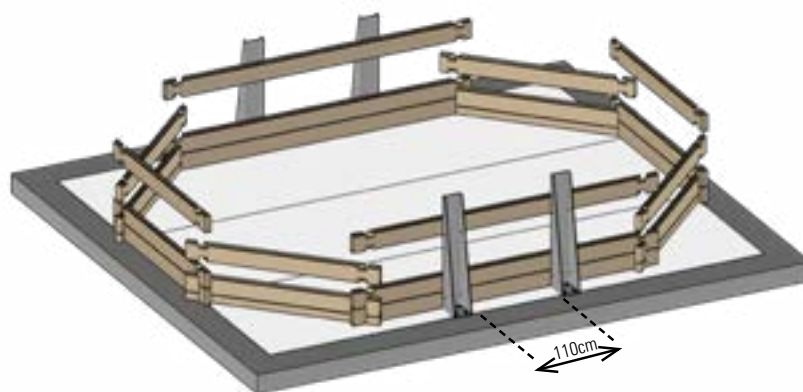

Fig. 4 / Abb. 4 / Afb. 4
- EN LAYOUT OF THE COLUMNS:** • Position the columns at the centre of the lateral of your pool, supported against the boards (figure 4). Tighten the columns well around the entire layer of boards. • Vertically drill the layer using a drill with a $\varnothing$ 10mm bit for concrete, and using the column as a guide. The depth of the hole should be at least 100mm to guarantee good fixing. • Place the fixing bolts (with washers and nuts) into the holes and fix them with the help of a hammer. COMPLETELY hammer in the fixing bolts (only the head should be visible). • Tighten crosswise the 4 nuts.
- FR POSITIONNEMENT DES SABOTS :** • Placez les sabots au centre des grands pans de votre bassin, en appui contre les madriers (figure 4). Plaquez bien les sabots le long des rangées de madriers. • Percez bien verticalement la chape à l'aide d'un perforateur équipé d'un foret béton $\varnothing$ 10 mm, en utilisant le sabot comme gabarit. La profondeur du perçage doit être au minimum de 100 mm pour garantir une bonne fixation. • Placez les gougeons d'ancrage (avec rondelles et écrous) dans les trous et frappez-les à l'aide d'un marteau. Enfoncez ENTIEREMENT les gougeons d'ancrage (seule la tête doit rester visible). • Serrez fermement en croix les 4 écrous.
- DE ANORDNUNG DER ANSCHLAGWINKEL:** • Platzieren Sie die Anschlagwinkel in der Mitte der langen Seiten des Pools, gegen die Bretter gestützt (Abb. 4). Furnieren Sie die Anschlagwinkel gut entlang der Bretterreihen. • Durchbohren Sie die Schicht vertikal mit Hilfe einer Bohrmaschine und einem Betonbohrer mit 10 mm $\varnothing$, wobei der Anschlagwinkel als Muster dient. Die Tiefe der Bohrung muss mindestens 100 mm betragen, um eine gute Befestigung zu garantieren. • Platzieren Sie die Befestigungsstifte (mit Unterlegscheiben und Schrauben) in den Öffnungen und schlagen Sie mit einem Hammer darauf. **Hämmern Sie die Befestigungsstifte GANZ ein (nur der Kopf darf noch sichtbar sein).** • Ziehen Sie die 4 Schrauben kreuzweise fest.
NL PLAATSING VAN DE METALEN STEUNBALKEN: •Plaats de metalen steunbalken in het midden van de zijkant de uw zwembad, steunend tegen de planken (afbeelding 4). Schroef de metalen steunbalken stevig vast tegen de plankenrijen. •Boor perfect vertikaal gaten in de betonplaat met behulp van een boormachine voorzien van een boor voor beton van Ø 10 mm, gebruik de metalen steunbalk als patroon. De diepte van het boorgat moet tenminste 100 mm bedragen om een goede fixatie te garanderen. •Plaats de ankerbouten (met ringen en moeren) in de gaten en sla ze vast met behulp van een hamer. De ankerbouten **VOLLEDIG** vastdraaien (alleen de kop mag te zien zijn). •Draai de 4 moeren kruislings stevig vast.